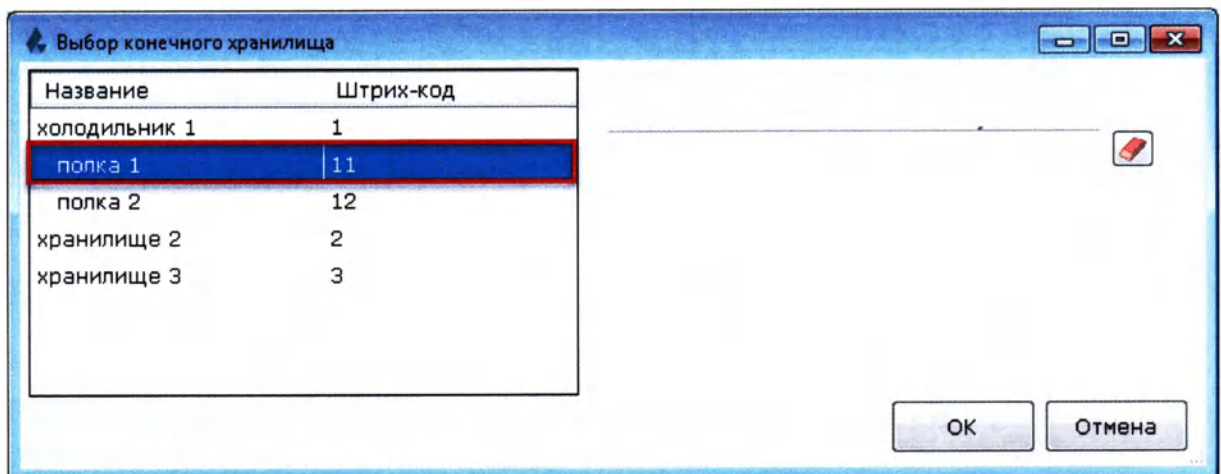

Рисунок 13.43
3. В открывшемся окне выберите новое место хранения штатива (Рисунок 13.43):